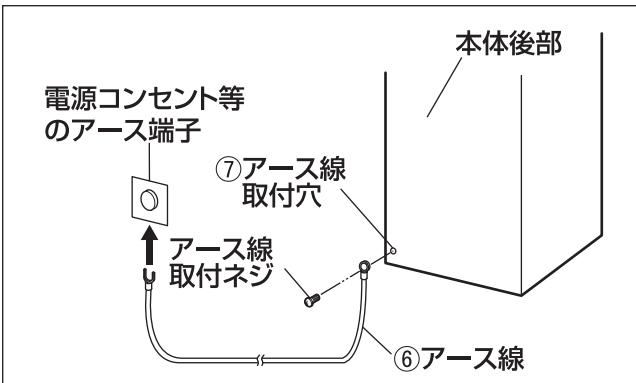

図4 アース線の取り付け
P6 図4 参照
⑦アース線取付穴
…この穴にアース線⑥を取り付けてください。 図4 参照
⑧キャスター